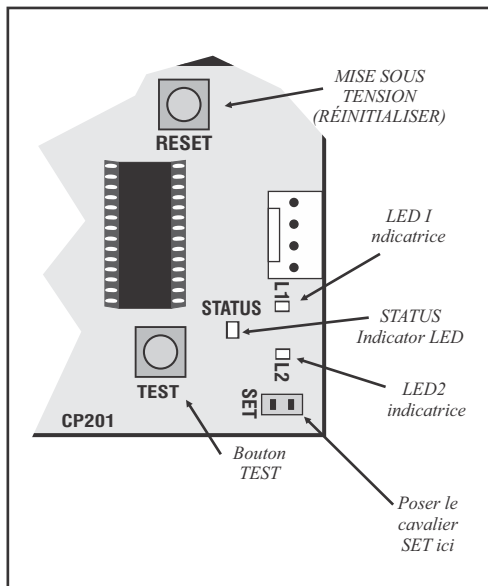

Figure 23 Lien SET de l'automate & Programmation des voyants LED
5. Installez le cavalier SET sur la broche SET comme sur la figure 23.
7. Appuyez sur le bouton TEST (figure 23) jusqu'à ce que L1 clignote une fois et relâchez. L2 s'éteindra et L1 clignotera alors une fois par seconde.
18. **Installez le cavalier SET** sur les broches SET comme dans la figure 23